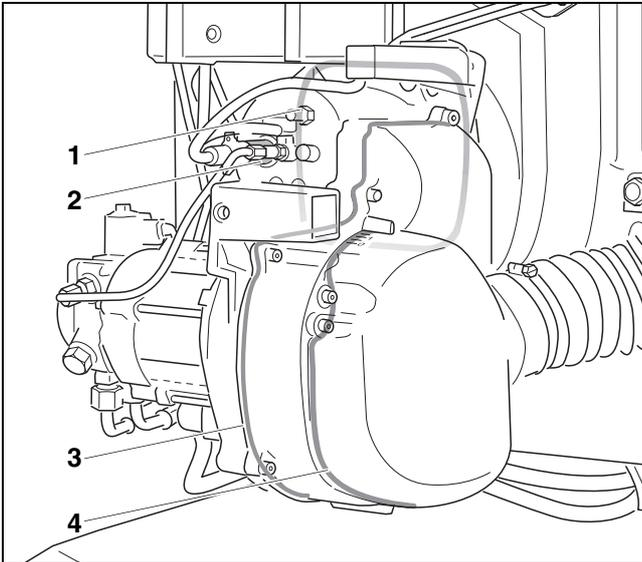

Bild 39 Zusätzliche Abdichtung
- Flachdichtung zum Brennerflansch (→ Bild 39, [1])
- Abdichtung zum Schalldämpfer (→ Bild 39, [4])
- Gehäuseboden mit Rundschnurdichtung (→ Bild 39, [3]).
- Halter zur Aufnahme des Flammenfühlers (→ Bild 39, [2]).